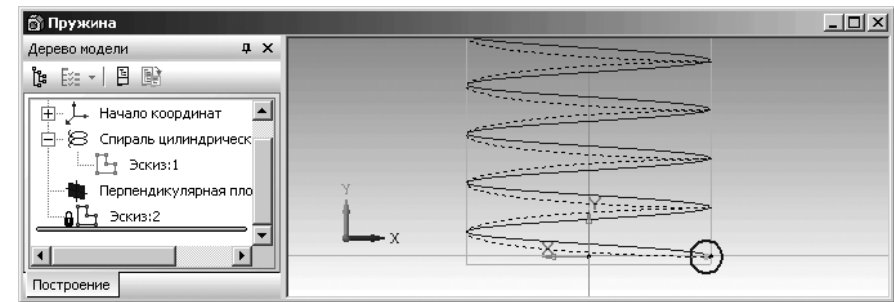

Рис. 2.112. Состояние окна модели **Пружина** при построении эскиза сечения – окружности
- дважды щелкните в поле **Радиус**, введите с клавиатуры размер радиуса пружины, например, – 1 (мм), а затем нажмите клавишу Enter для фиксации ввода данных. Это состояние окна детали показано на рис. 2.112.